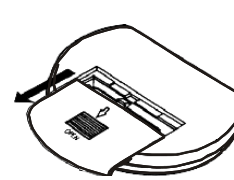

Figure 1
1. Ouvrir le boîtier de la télécommande (figure 1)